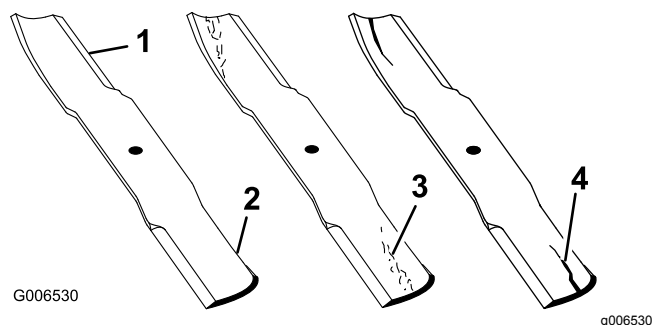

Figura 29
2. Examine cuidadosamente los extremos de corte de la cuchilla, sobre todo en el punto de reunión entre la parte plana y la parte curva de la cuchilla (Figura 29). Puesto que la arena y los materiales abrasivos pueden desgastar el metal que conecta las partes curva y plana de la cuchilla, compruebe la cuchilla antes de utilizar la máquina. Si se aprecia desgaste (Figura 29), cambie la cuchilla; consulte Cómo retirar e instalar la\(s\) cuchilla\(s\) (página 21).
Si se permite que la cuchilla se desgaste, se formará una hendidura entre la vela y la parte plana de la cuchilla (Figura 29). Con el tiempo, una parte de la cuchilla puede desprenderse y ser arrojada desde debajo de la carcasa, posiblemente causando lesiones graves a usted o a otra persona.